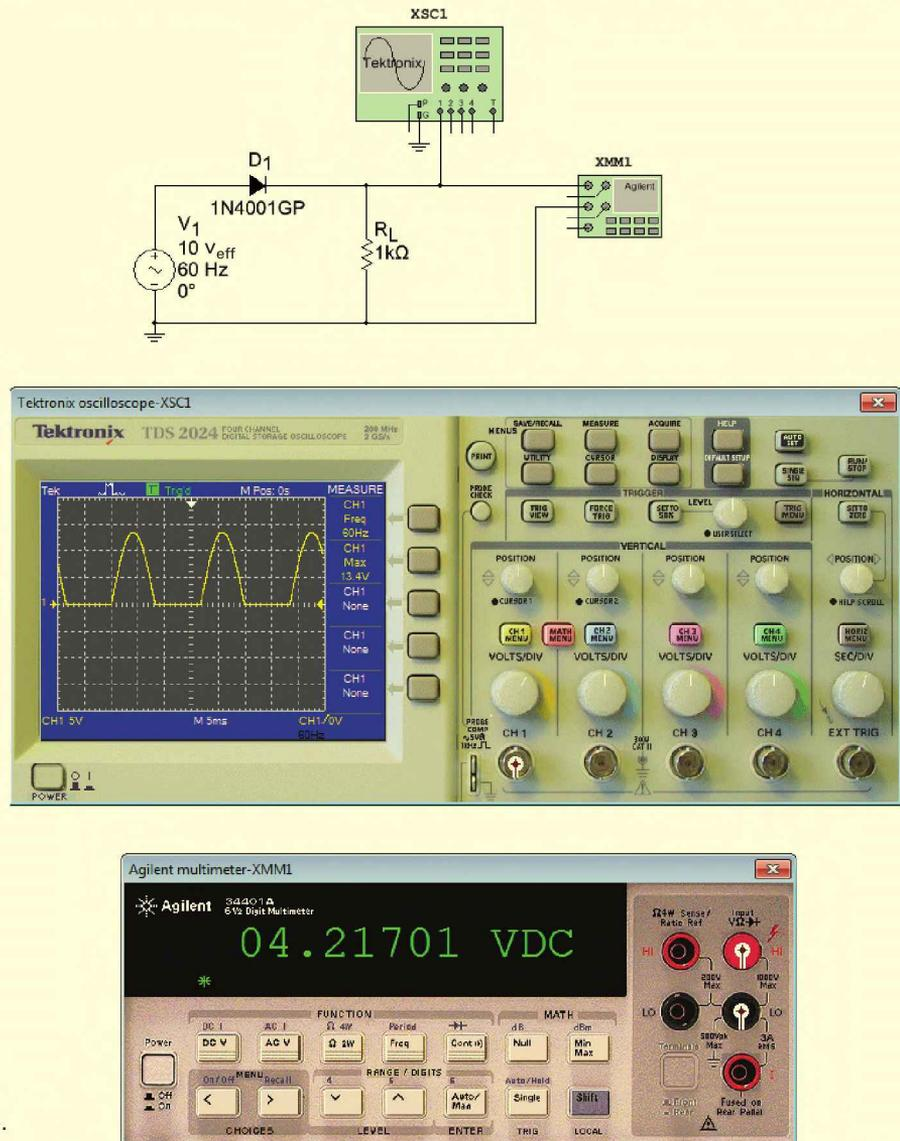

Figure 4.3
La figure 4.3 montre un montage redressement simple alternance réalisé avec le simulateur Multisim. Il nous montre la tension simple alternance et un multimètre, branché sur la résistance de $1\text{ k}\Omega$, mesure la tension moyenne. Positionner le commutateur ou le paramètre de couplage de l'entrée verticale de l'oscilloscope à DC. Ceci va nous montrer la tension de charge demi-onde. De plus, le multimètre est en parallèle sur $1\text{ k}\Omega$ pour lire la tension de charge DC.
Réponse La figure 4.3 représente une source alternative de 10 V à 60 Hz.
Donc la tension crête de la source de tension de la figure 4.3 est :
La figure 4.3 nous montre les valeurs données par l'oscilloscope et le multimètre. La voie 1 de l'oscilloscope est sur 5 V par division (5 V/Div). Le signal simple alternance présente une valeur crête comprise entre 13 et 14 V qui confirme le résultat obtenu en deuxième approximation. Le multimètre donne aussi un bon accord avec la valeur théorique : il affiche approximativement 4,22 V.
4.1 Avez-vous compris ? Sur la figure 4.3 fixez la tension de la source à 15 V et calculez en deuxième approximation la tension moyenne V_{DC} sur la charge.